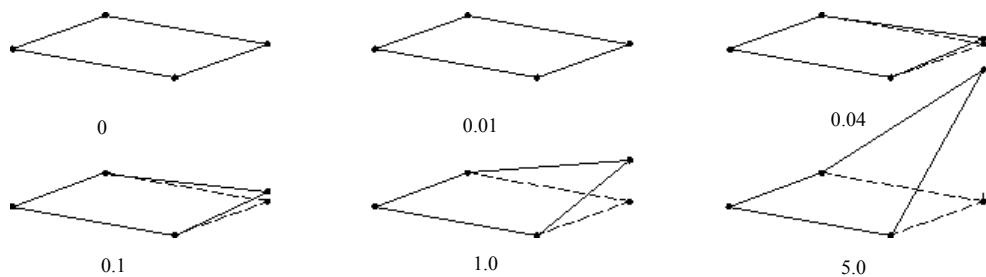

图 5.4.16 Warping Factor 二维图形变形
- 图 5.4.16 所示的是二维四边形壳单元的 Warping Factor 逐渐增加的网格变形图形, 从图可知 Warping Factor 由 0.0 增大至 5.0 的过程与网格扭曲程度成正比。